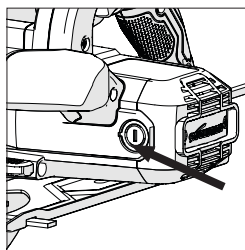

Fig. 17
- Skruva av plastlocken som finns på motorhöljets baksida. (**Fig. 17**) Var försiktig, locken är fjäderbelastade.